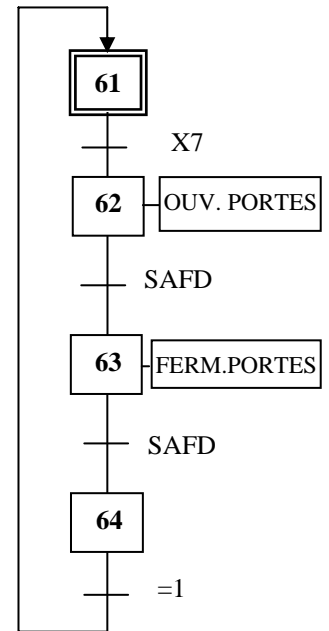

Figure 2 : sous programme « porte »
3. On rajoute à l'étape 7 l'appel du sous programme « porte » de la figure 2. Les actions d'ouverture et de fermeture des portes seront simulées :